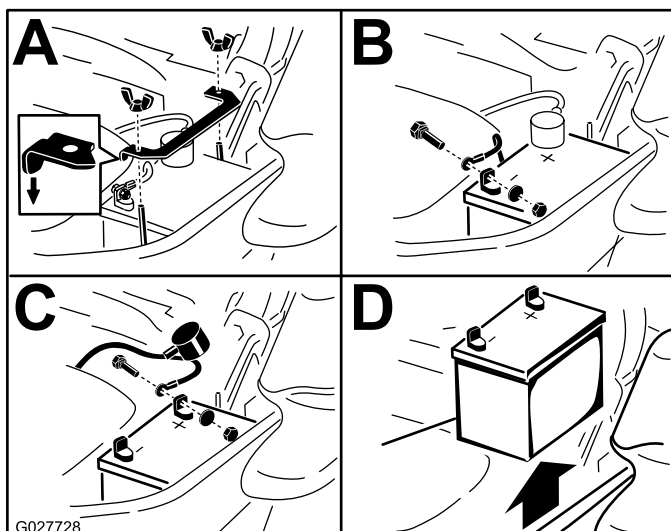

Figure 56
3. Retirez la batterie, comme montré à la Figure 56.
**Remarque:** Placez la batterie dans son support en tournant les bornes à l'opposé du réservoir hydraulique (Figure 56).